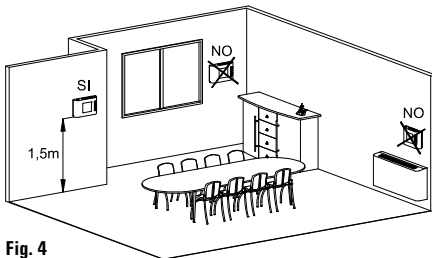

Fig. 4
- Encontrar la colocación correcta del dispositivo (Fig. 4).